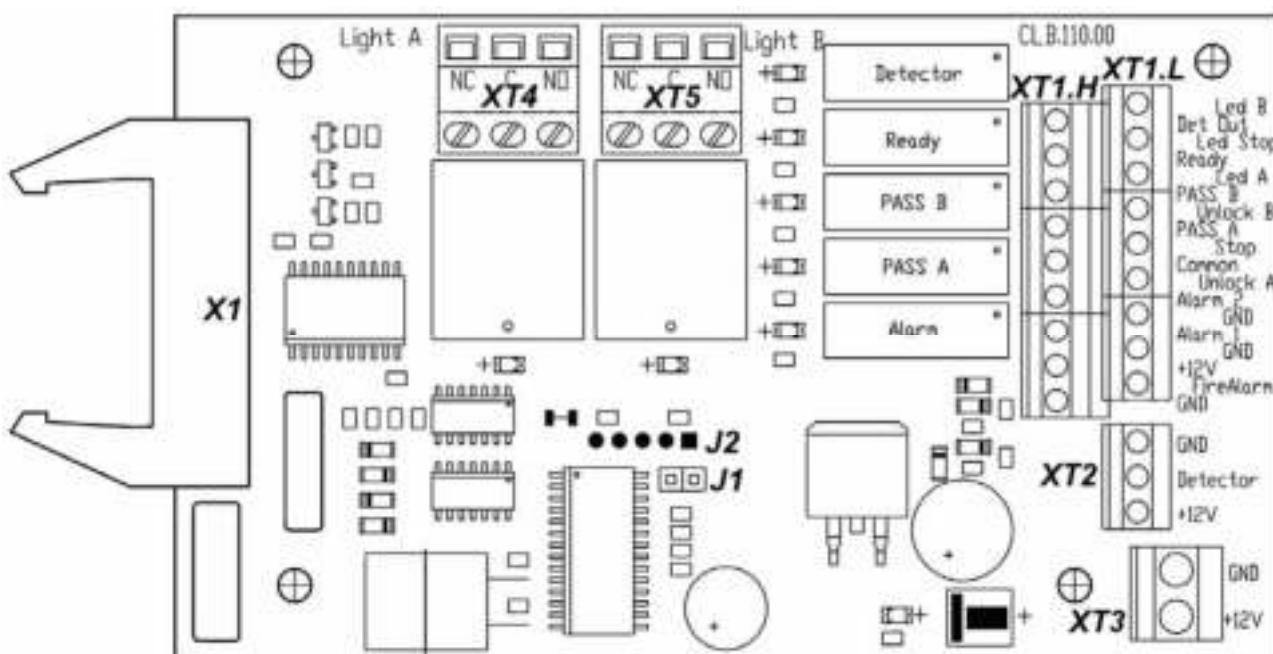
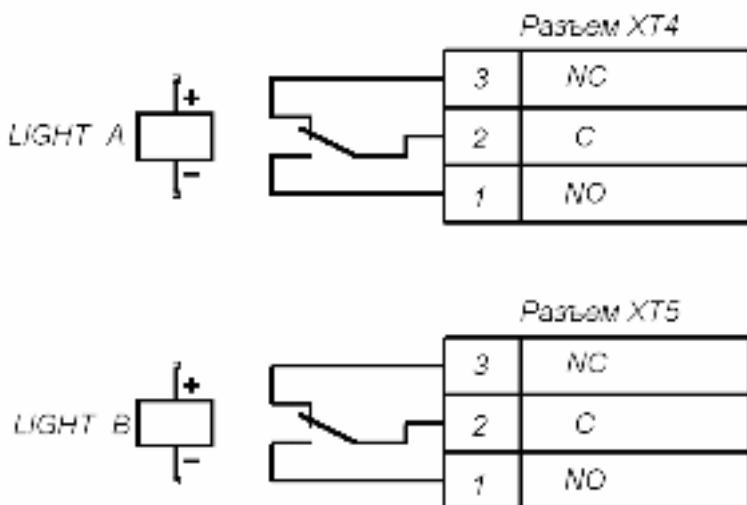

Рисунок 5. Внешний вид платы CLB
Рисунок 9. Выходные каскады для **Light A** и **Light B**
ПДУ подключается к плате CLB гибким многожильным кабелем (11) через клеммную колодку **XT1.L** (см. рис. 5 и 12).
Изменить ориентацию ПДУ относительно установки турникета (если по месту установки турникет обращен к оператору не лицевой, а тыльной стороной) можно, поменяв местами провода от ПДУ, подключаемые на контакты *Unlock A* и *Unlock B*, а также *Led A* и *Led B* соответственно (см. рис. 5 и 12).
На плате CLB (см. рис. 5) расположены:
Подключение указанных устройств производится с помощью кабеля (11) к соответствующим клеммным колодкам **XT1.L** и **XT1.H** платы CLB в соответствии со схемой электрических соединений (см. рис. 5 и 12).
Обозначения установленных на плате CLB клеммных колодок и назначение их контактов показаны на рис. 5.
Факт срабатывания / отпускания реле **PASS A**, **PASS B**, **Ready**, **Detector** и **Alarm** можно определить по загоранию/гашению красных индикаторов, которые установлены вблизи указанных реле (см. рис. 5).
Режим управления определяется наличием перемычки на разъеме **J1** (расположение разъема **J1** показано на рис. 5: перемычка установлена – импульсный режим управления, перемычка снята – потенциальный режим управления). При поставке перемычка установлена.
Подключение ДКЗП производится к клеммной колодке **XT2**, а сирены – к клеммной колодке **XT1.H** платы CLB согласно схеме электрических соединений (рис. 5 и 12). ДКЗП должен иметь нормально-замкнутые контакты.
На контакты *Det Out* и *Common* клеммной колодки **XT1.H** платы CLB (рис. 5) всегда транслируется сигнал о текущем состоянии ДКЗП.
Подключение устройства, подающего команду аварийной разблокировки, производится к клеммной колодке **XT1.L** платы CLB согласно схеме электрических соединений (см. рис. 5 и 12). Если вход *Fire Alarm* не используется, то необходимо установить перемычку между контактами *Fire Alarm* и *GND*. При поставке данная перемычка установлена.
Выносные индикаторы подключаются на клеммные колодки **XT4** (**Light A**) и **XT5** (**Light B**). При этом реле **Light A** (**Light B**) активизировано (на его обмотку подано напряжение), когда горит соответствующая данному направлению прохода зеленая стрелка на блоке индикации, и нормализовано (на его обмотку напряжение не подано), когда соответствующая данному направлению прохода зеленая стрелка на блоке индикации не горит. Факт срабатывания / отпускания реле **Light A** и **Light B** можно определить по загоранию / гашению красных индикаторов, которые установлены вблизи указанных реле (см. рис. 5). Выходные каскады для сигналов **Light A** и **Light B** – перекидные контакты реле (см. рис. 9) со следующими характеристиками сигналов: